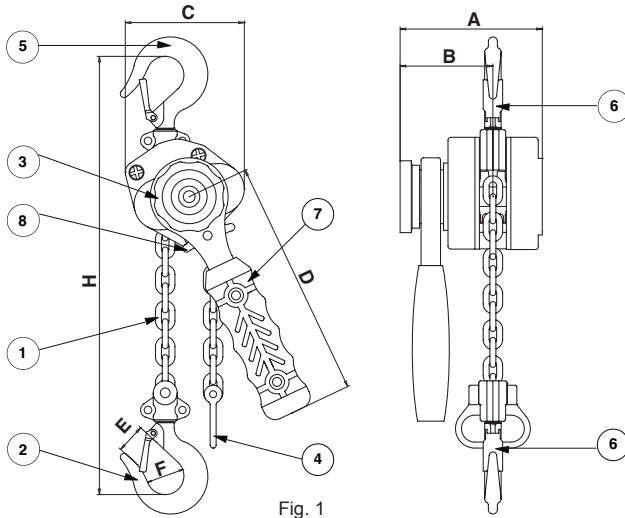

Fig. 1
De Bravo™ AC-takel is geleverd, uitgerust met een hijsketting (tek. 1, fig. 1) met een standaardhoogte van 1.50 m. De hijskabel bestaat uit één enkele koord met een hijshaak op het uiteinde (tek. 2, fig. 1). De hijsketting van het model 6 t bestaat uit 2 draden en een gemoffelde hijshaak (tek. 3, fig. 1). Het vrije uiteinde van de ketting is uitgerust met een lage eindaanslag (tek. 4, fig. 1).
1. Controleer of de Bravo™ AC-takel correct op de ophanghaak opgehangen is (tek. 5, fig. 1) en of de veiligheidspal van de haak (tek. 6, fig. 1) goed gesloten is (zie fig. 2 en 3).
De Bravo™ AC-takel wordt bediend met een hefboom (tek. 7, fig. 1), ingeschakeld door de operator door een heen-en-weer beweging om de last te hijsen, te doen dalen, te trekken of op te spannen.
3. Draai het lastwiel (tek. 3, fig. 1), zonder dat er een last aan de takel hangt, tegen de wijzers van de klok in om de rem te openen; de ketting is nu ontkoppeld.